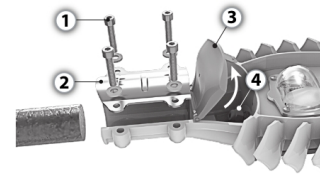

Рисунок 2. Схема установки светильника на кронштейн.
5.1 Руководство по монтажу (рис.2)